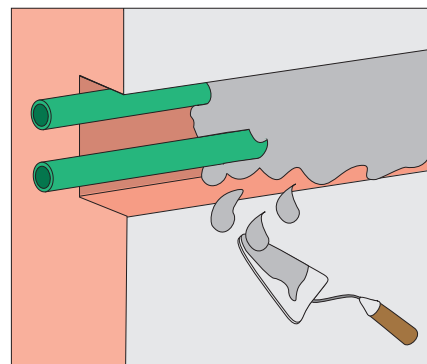

Figura 4
- Cierre de la canaleta con una mezcla fuerte que abrace ambas cañerías. (figura 4).